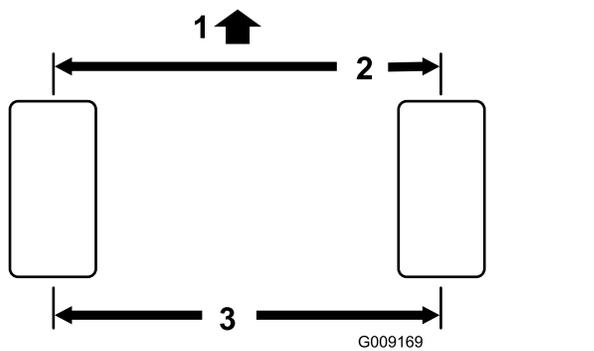

Figura 47
- Mida la distancia entre centros (a la altura del eje) en la parte delantera y trasera de los neumáticos de dirección. La distancia delantera debe ser de 3 mm menos que la trasera (Figura 47).